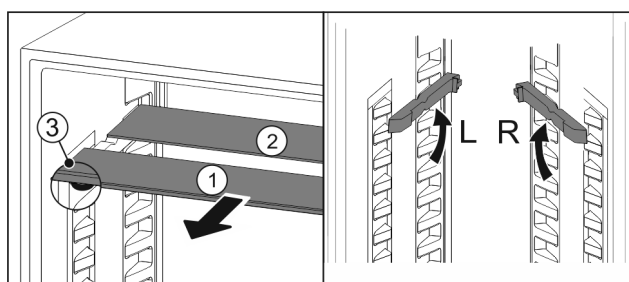

Fig. 91
- Glasplaten afzonderlijk vanaf de voorkant eruit trekken Fig. 91 (1).
- ▷ Glasplaat Fig. 91 (1) met sierlijst ligt voor.
- ▷ Stops Fig. 91 (3) zijn naar onder gericht.